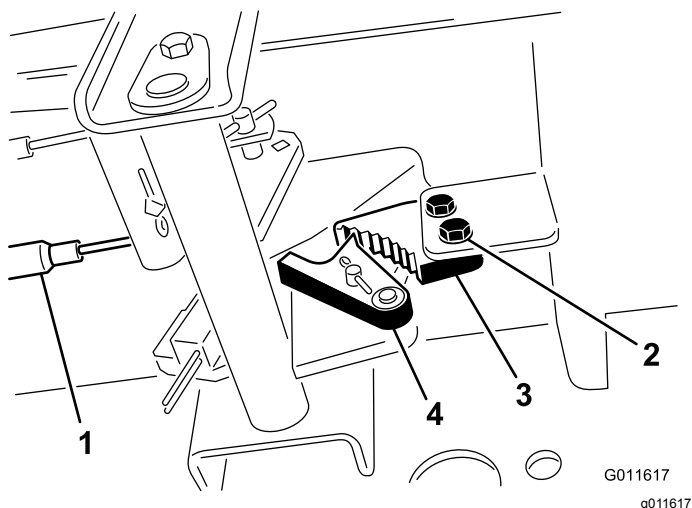

图44
1. 松开将驻车刹车闸固定到机架的 2 个螺钉图44。
2. 向前踩驻车刹车踏板直到刹车卡槽完全接合刹车闸图44。